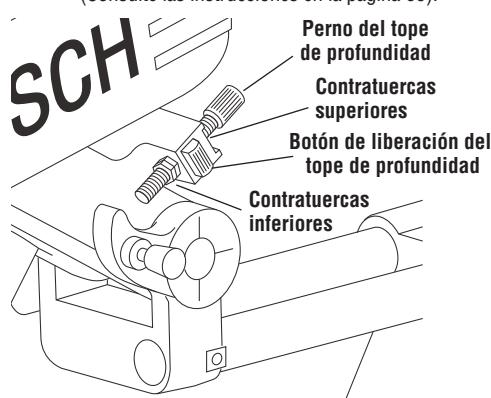

Figura 13. Ajuste de la profundidad
- 1. Afloje y gire las dos contratuerzas hasta justo arriba del extremo roscado del perno de tope de profundidad (Figura 13).
- 2. Oprima el botón de liberación del tope de profundidad y tire hacia arriba del perno de tope de profundidad hasta que la tuerca llegue al fondo de su marco de soporte (Figura 13).